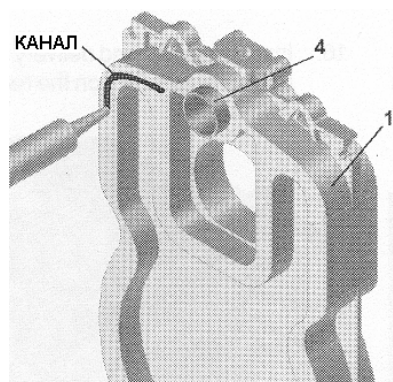

Рис.5
5. С помощью пистолетного нагнетателя аккуратно заполните герметиком каналы задней секции и убедитесь в качестве проведенной операции. (Рис.5)